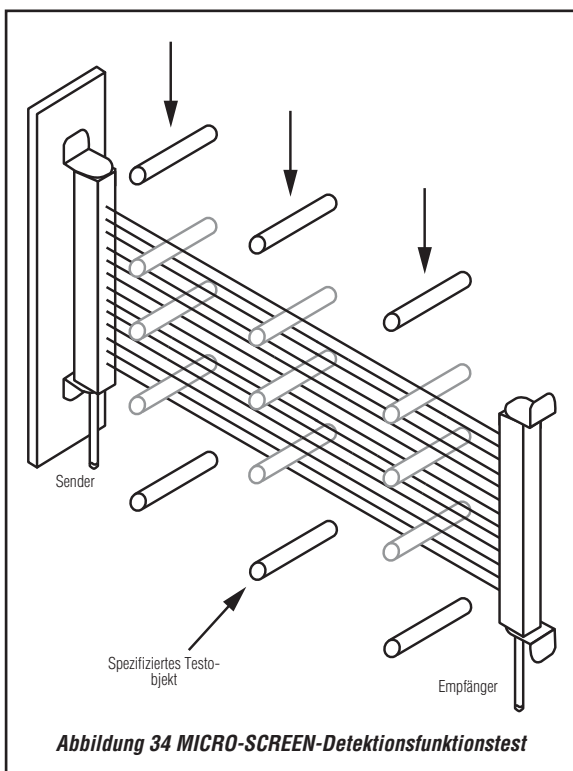

Abbildung 34 MICRO-SCREEN-Detektionsfunktionstest
- 7) Führen Sie gemäß **Abbildung 34** das spezifizierte Testobjekt ganz langsam der Länge nach auf drei Wegen durch den Überwachungsbereich: